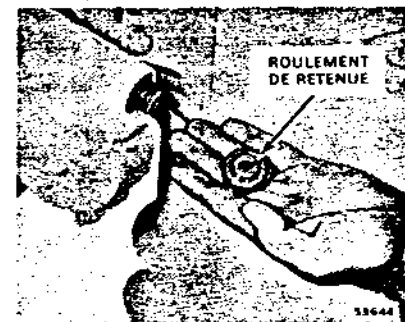

Figure 6-9
2. Incliner la transmission extérieure en tenant le boîtier et en le relevant. Ceci poussera vers l'extérieur le roulement de retenue avec son joint torique, le pignon à vis sans fin et l'arbre (voir Figure 6-9). Si la transmission verticale est déposée, utiliser la clé à embrayage d'inclinaison (Outillage spécial OMC No. 979660) sur le pignon d'inclinaison pour arriver au même résultat.